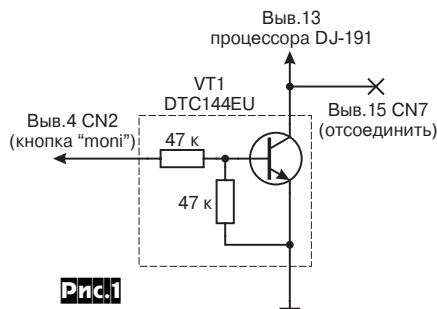

Рис.1
4. Для унификации пришлось изменить систему питания микросхем - поставить два стабилизатора DA4' (рис.1) и DA3' (рис.2), и фильтр на VT6'R20'C44' (рис.1).
2. Вторым спорным моментом, который пришлось решать, явился способ расположения трансформирующей линии из двух параллельно соединенных четвертьволновых отрезков 75-омного кабеля. В УКВ антеннах DK7ZB он располагается U-образной петлей вдоль траверсы, как показано на рис.1. Я применил в этой линии более качественный 75-омный кабель с фторопластовой изоляцией и превратил ее в симметрирующий ВЧ дроссель, что повысило стабильность и симметрировало питание антенны, а в целом - улучшило ее характеристики. (От редакции: в антеннах для 6-метрового диапазона DK7ZB также свил в бухту согласующую линию, см. "PX" №1/2003, с.32, рис.61).
гласование выполнено следующим образом. Два четвертьволновых отрезка, изготовленных из фторопластового 75-омного кабеля (от редакции: его коэффициент укорочения практически такой же, как у коаксиальных кабелей с полиэтиленовой изоляцией 0,66) сложены вместе и укреплены между собой ПВХ изоляцией, а дальше свиты в бухту с внутренним диаметром 20 мм и уложены во влагозащитную коробку узла питания, в которой крепятся половинки разрезного вибратора и разъем, к которому подключают 50-омный фидер (рис.3). Расстояние между внутренними торцами половинок вибратора 10 мм. Поскольку в этом месте мы имеем низкое волновое сопротивление антенны около 28 Ом, то и влияние элементов антенны на узел согласования будет минимальным. Выводы центральных жил и оплеток кабелей согласующего шлейфа, подключаемые к внутренним концам вибратора и разъему питания, должны быть минимально возможной и одинаковой длины (на рис. 1 и 3 они условно показаны разной длины). Благо-
нен с корпусом. Для переключения в частотный режим надо искусственно удерживать на указанном выводе логическую «1» (+3,5 В) именно в момент включения. Изменение здесь потенциала в дальнейшем не изменяет режим работы станции. Схема доработки показана на рис. 1.
Ключ VT1 применен такой же, как и в схеме на рис.1. Микросхема DD1 - типа TC7W74FU оформлена в корпусе SSOP8, с расстоянием между выводами 0,65 мм. Вместо нее можно использовать более распространенную микросхему TC74AC74F в корпусе SOIC-14 (на схеме в скобках показаны номера выводов для этого случая). Можно попробовать применить и триггер из состава микросхемы 564TM2, но в этом случае опять-таки возможны проблемы с ее размещением внутри станции. В последнем случае также необходимо будет входы R и S подключить к общему проводу в отличие от показанного на схеме.